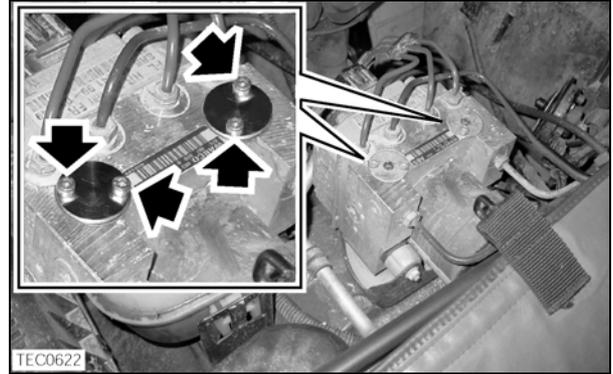

Fig. 5
5. Montare viti a brugola nuove (indicate dalle frecce nella fig. 5) e serrarle a 6 Nm (4 lb. ft).